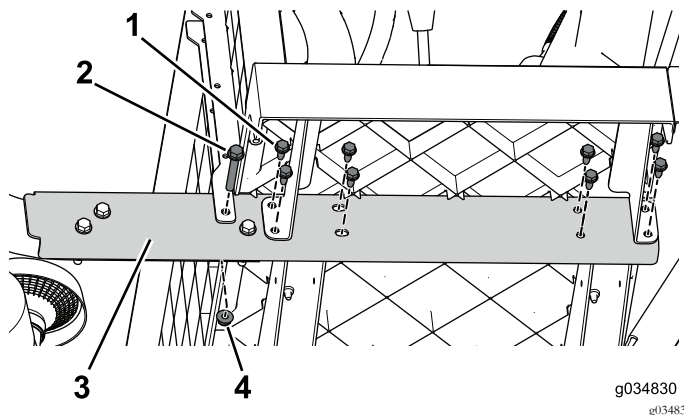

Figure 16
2. Retirez les boulons à embase (3/8" x 2 1/2") et les écrous qui fixent le longeron à la machine (Figure 16). Procédez de même des deux côtés de la machine.
3. En progressant de l'avant vers l'arrière, retirez les boulons à embase (5/16" x 3/4") qui fixent le longeron à la machine (Figure 16). Procédez de même des deux côtés de la machine.